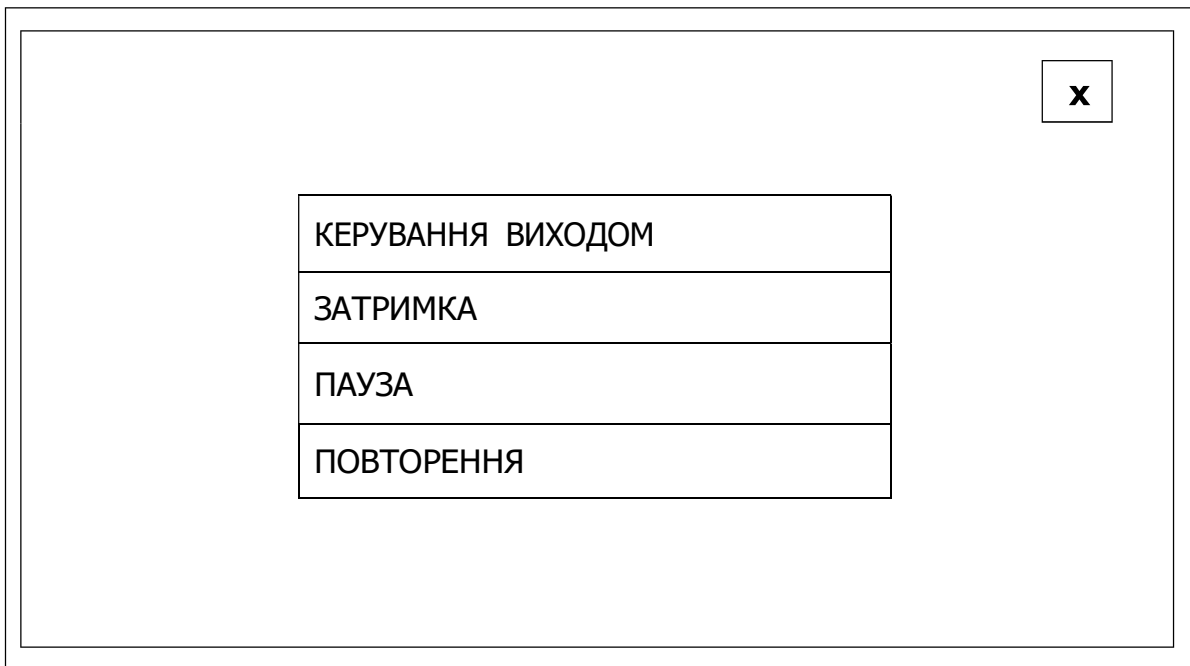

Рисунок 10.19.2 - Перелік дій для розробки сценарію
На дисплеї з'явиться перелік доступних для вибору дій (рис. 10.19.2).
- «Тип» – після дотику до цього рядка відкривається перелік дій рис. 10.19.2, в якому можна змінити раніше обраний тип дії на інший;